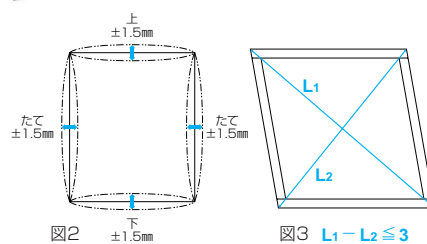

図2
- 上下左右のたわみが図2に示す範囲内であることをご確認ください。